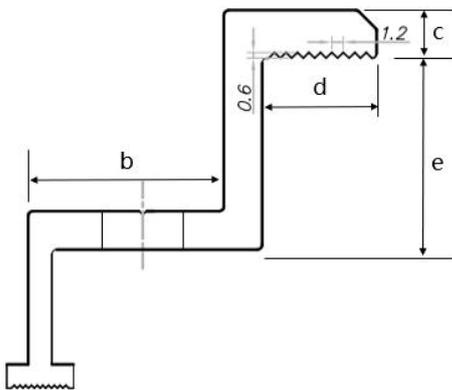

图 8 边压块横截面示意图
- ⑨ 为防止安装组件后脱框，建议选择边缘安装压块和中间安装压块与边框 A 面接触面均带有花纹槽结构的压块，花纹槽结构建议数量为 9 个左右，相邻花纹槽距离建议  $1.2\text{mm}$  左右，花纹槽深度建议  $0.6\text{mm}$  左右，如图 8 所示。